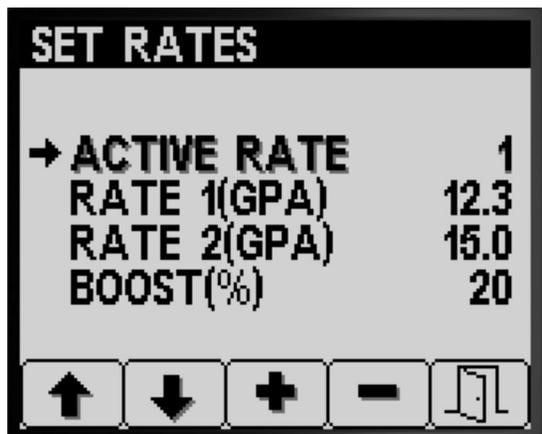

图 5
1. 按 1 号或 2 号按钮导航至 ACTIVE RATE 激活的喷洒率 选项图 5。
2. 按 4 号按钮选择 ACTIVE RATE 激活的喷洒率 选项图 5。
3. 按 3 号或 4 号按钮将编程激活的喷洒率设置为 RATE 1 喷洒率 1 或 RATE 2 喷洒率 2 图 5。